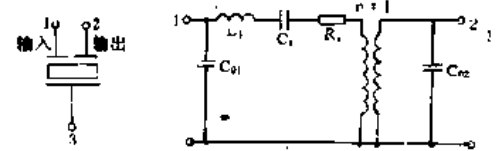

图 19-7
6.5MHz 压电陶瓷滤波器的电路符号及其简化等效电路如图 19-7 所示。